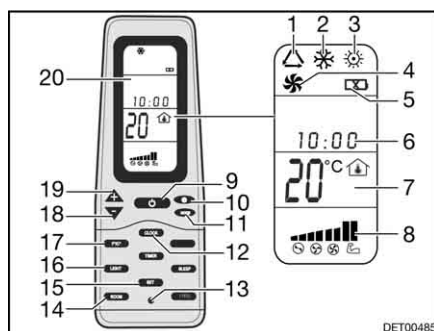

Fig. 120 Telecomando
- Premere il tasto ON/OFF (Fig. 120,9).
- Premere il tasto "Mode" (Fig. 120,11) spesso, finché la modalità desiderata (Fig. 120,1, 2, 3 o 4) viene visualizzata sul display (Fig. 120,20).
- Impostare la temperatura desiderata con i tasti "+" (Fig. 120,19) e "-" (Fig. 120,18).
- Con il tasto velocità dell'aria (Fig. 120,10) selezionare il livello desiderato per la ventola.